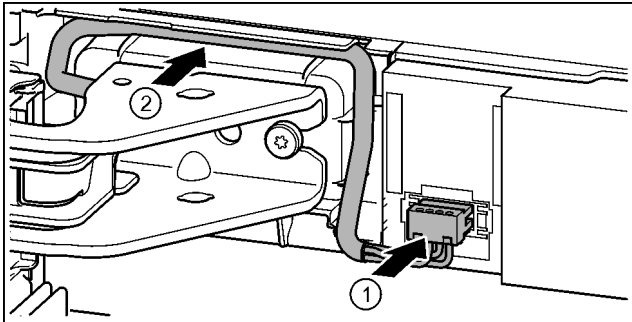

Fig. 37
- ▶ Encaje el conector sobre el soporte de cojinete superior y coloque cuidadosamente los hilos de cable en el canal. *Fig. 37 (1)*
- ▶ Coloque cuidadosamente el cable gris en la guía sobre el soporte de cojinete superior. *Fig. 37 (2)*